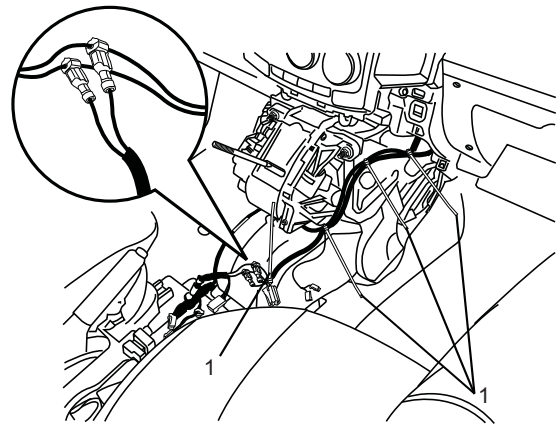

FIGURE 48
- 2.) CONNECT THE POWER HARNESS RED WIRE TO THE 3M CRIMP LOCK ON THE VEHICLE BLUE/BLACK WIRE. ATTACH THE BLACK WIRE TO THE 3M CRIMP LOCK ON THE VEHICLE BLACK WIRE. (SEE FIGURE 48)